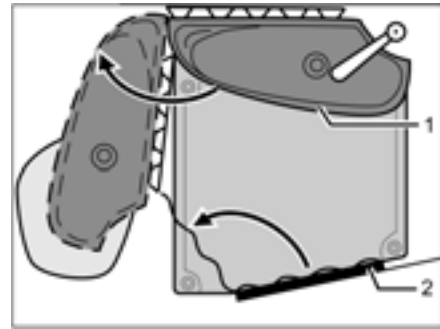

Fig. 259 Toilettes Vario
- Tourner le lavabo avec la paroi arrière (Fig. 259,1) dans le sens de la flèche.
- Pénétrer le cabinet de toilette et fermer et verrouiller la porte des toilettes (Fig. 259,2) de l'intérieur.